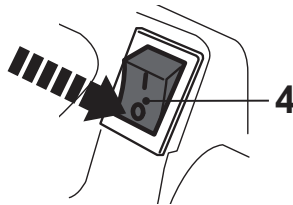

Fig. 29
1. Relâchez la gâchette (3) et laissez l'appareil tourner à vide pendant quelques instants.
3. Mettez l'interrupteur (4) sur "O" (arrêt) (Fig. 29).